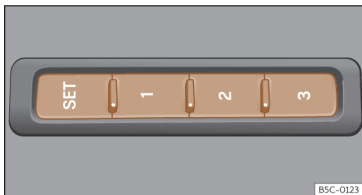

Fig. 74 Sur le côté extérieur du siège conducteur : touches de mémoire.
- Appuyez sur la touche **SET** pendant plus de 1 seconde >>> **fig. 74**.